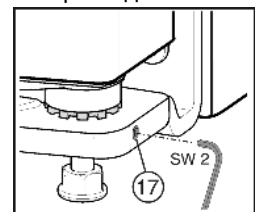

Fig. 12
- ▶ Трохи викрутіть установочний гвинт Fig. 12 (17) (максимум на один оберт!).
- ▶ Знову затягніть установочний гвинт *Fig. 12 (17)*, аби зафіксувати опорний гвинт.